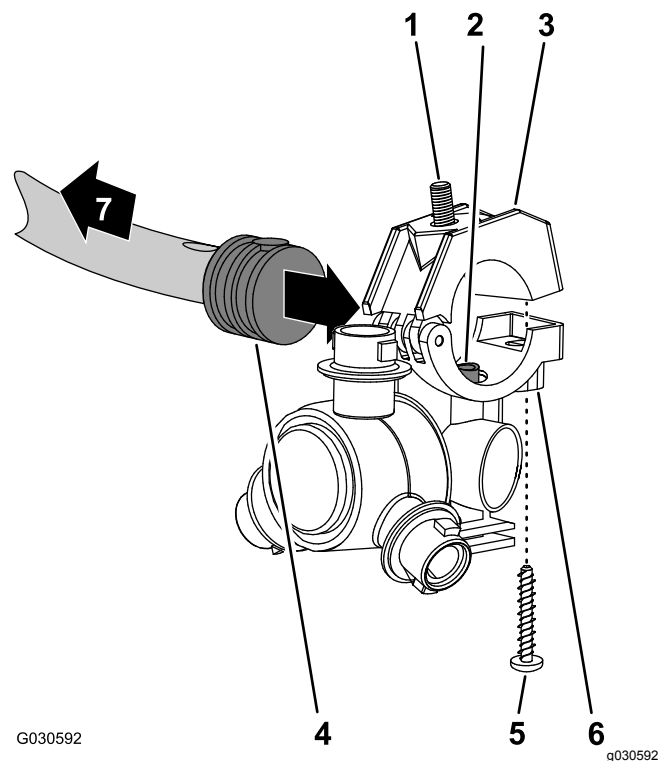

Figura 131
1. Allineate il tubo di trasferimento sulla sella di un ugello dell'irroratrice (Figura 131) con il foro sul lato del portagomma dentellato singolo ($\frac{1}{2}$ ").
2. Chiudete la metà superiore della fascetta attorno al portagomma dentellato e fissate la metà della fascetta e il corpo dell'ugello dell'irroratrice (Figura 131) con la vite in acciaio inox (n. 12 x $1\frac{1}{4}$ "); serrate la vite in acciaio inox a 14–18 N·m.